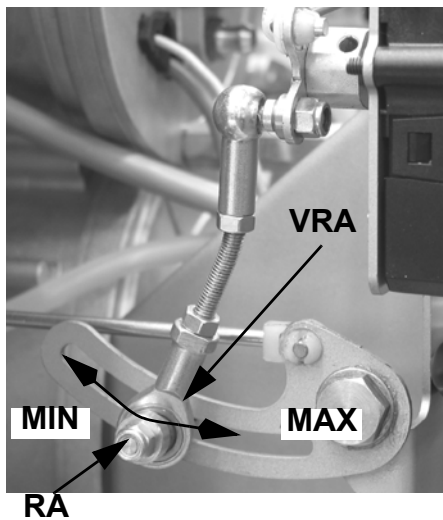

Рис. 17
- 13 Регулирование расхода воздуха горения осуществляется с помощью сервопривода. Сервопривод должен быть всегда повернут на 90° (см. следующий параграф), при любой настройке большого и малого пламени. Открытие воздушной заслонки регулируется с помощью кулачка с прорезью на Рис. 17. Для того, чтобы отрегулировать расход воздуха, необходимо расслабить гайку RA (Рис. 17) и двигать рычажок VRA вдоль прорези, как указано, для увеличения или уменьшения расхода воздуха, пока не получите необходимый расход, затем заблокировать гайку RA в соответствующем положении.